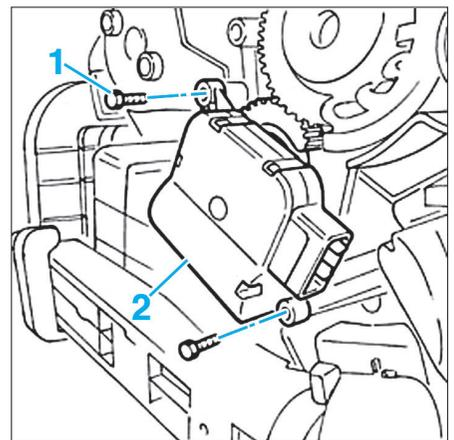

FIG. 26
- Du côté gauche, débrancher le connecteur électrique du moteur (2) (Fig.26).
- Déposer les vis (1) du moteur (2).